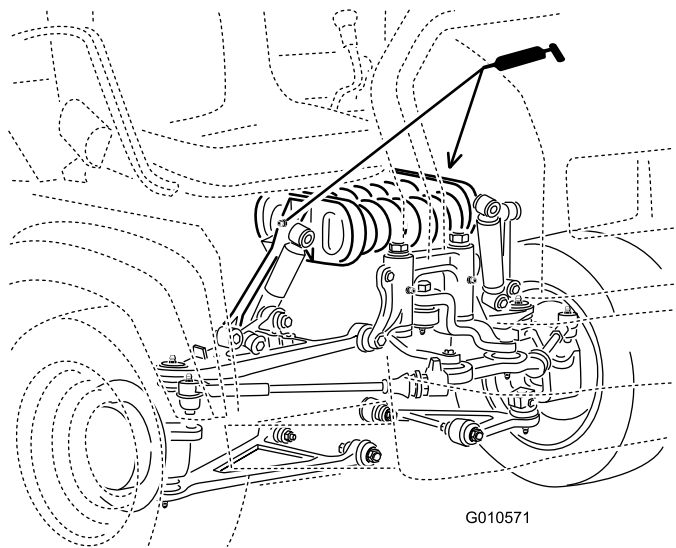

Figura 37
- Armazón del muelle (2) (Figura 37)